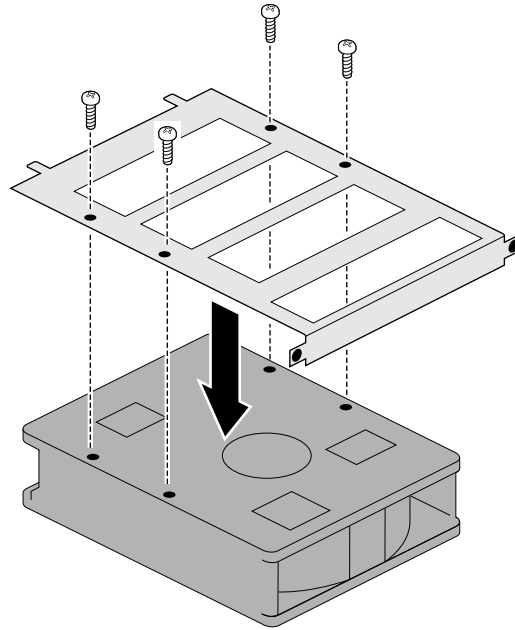

Figure 4-16 Fixation du support du disque
6. Posez le disque à l'envers sur une surface propre et sèche. Votre ordinateur fonctionne correctement (voir Figure 4-16).